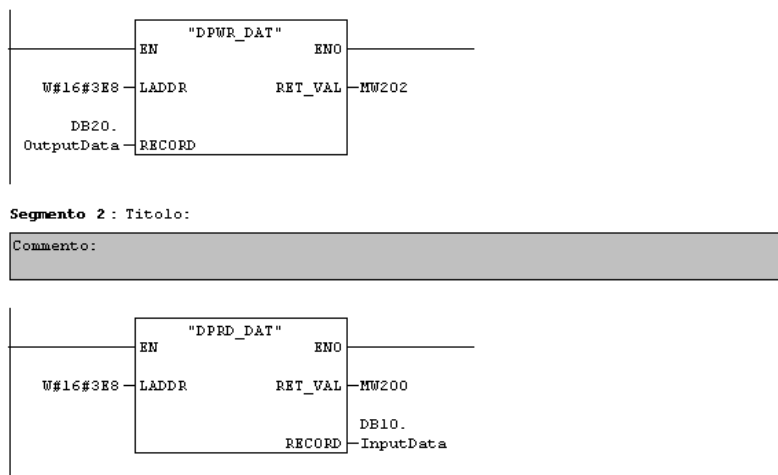

Figura 38
- Si scriva il codice mostrato in Figura 38. Ovviamente sono presenti solo le due chiamate alle funzioni SFC15 e SFC14 nell'ordine, in quanto il DP Master invia i 10 bytes al DP Slave e riceve 10 bytes dal DP Slave. Come già detto precedentemente, ogni funzione SFC14 e
SFC15, ha dei parametri formali (LADDR, RET\_VAL e RECORD) che si dovranno configurare come mostrato in Figura 38.
- Nel campo **Nome** si metta un nome, ad esempio **InputData (che compare anche nella Figura 38)**
- Si ripeta la stessa procedura per creare il blocco dati DB20 (si potrà ad esempio assegnare il nome **OutputData, come mostrato in Figura 38**). Si dovrà ottenere la stessa definizione mostrata in Figura 40.